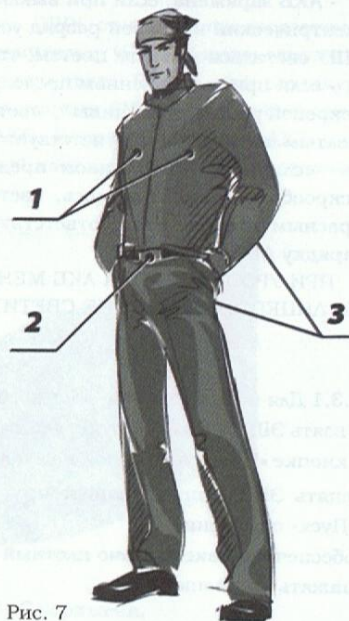

Рис. 7
Наиболее уязвимыми точками (Рис.7) являются: верхняя часть груди (1), низ живота (2), спина и ягодицы (3).